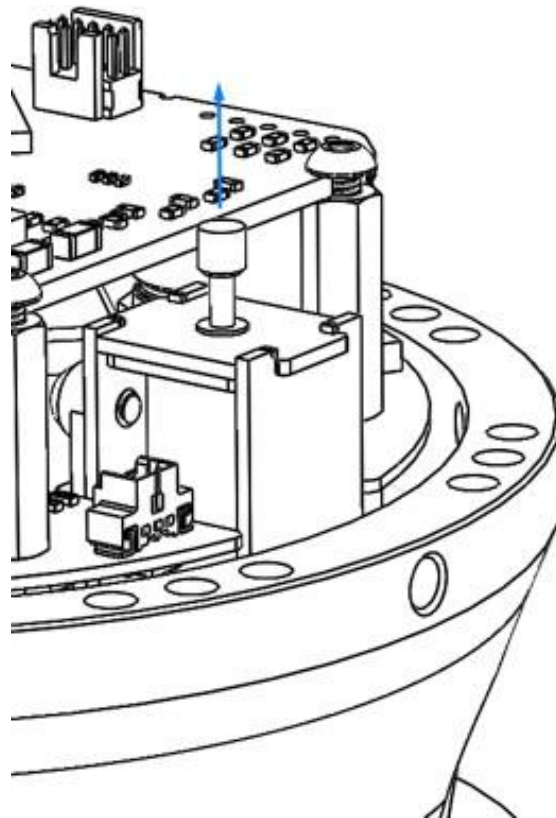

图 2.1：拔出刹车插销，以此手动释放刹车。
- 手动释放刹车：对于 A2、A4、A6 和 A7 轴，可以取下机器人外的塑料罩壳并拔出刹车活塞，从而手动脱开刹车（请见图 2.1）。考虑到机器人手臂的重力问题，如果没有外部支撑，脱开的关节预计会加速下坠。因此，脱开刹车时应当寻求其他人员的帮助。